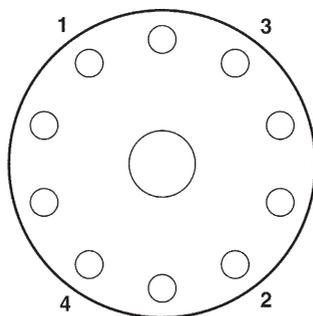

Fig. 13 - DN125 ÷ DN200
- Montare una nuova guarnizione cappello (15).
- Rimontare i dadi del cappello (21) e serrarli manualmente per fissare il cappello in posizione.
- Applicare una spinta sullo stelo (possibilmente che sostituisca quella dell'attuatore), poi serrare i dadi del cappello in sequenza (vedi Fig. 13 e Tabella 2 a pag. 21).
- Serrare i dadi del cappello al 30% della coppia richiesta, seguendo una sequenza diametralmente opposta (vedi Fig. 13 e tabella 2 a pag. 21).
- Serrare il dado del premistoppa (11) finché: